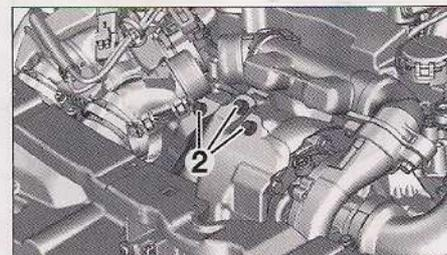

FIG. 70
- Desmontar los tornillos (2) (Fig.70) y (71).